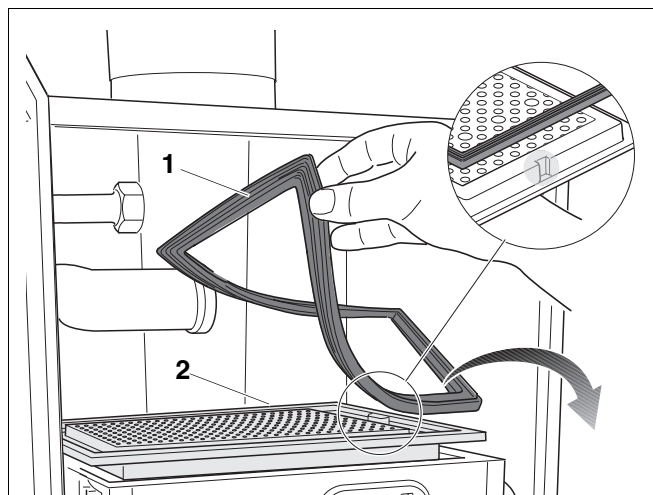

Рис. 116 Демонтаж горелки и уплотнения горелки
- Снять уплотнение горелки (рис. 116, **поз. 1**) и при необходимости заменить.
- Снять горелку (рис. 116, **поз. 2**) и очистить сжатым воздухом или мягкой щеткой со всех сторон.
При установке горелки на место следите за тем, чтобы паз находилась с правой стороны (рис. 116, **лупа**).